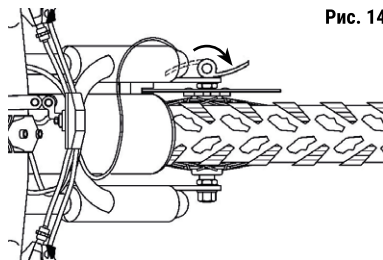

Рис. 14
1. Поверните эксцентрик в положение «OPEN» (ОТКРЫТ) и вставьте колесо в проушины вилки (рис. 14). Оси втулки должны полностью войти в пазы вилки, а колесо должно быть установлено без перекосов.